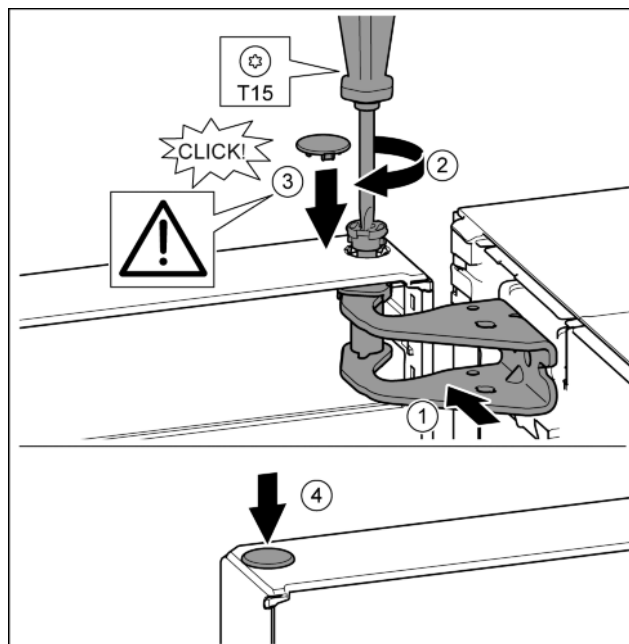

Fig. 23
- Dveře nahoře vyrovnejte s otvorem ve stojanu ložiska. Fig. 23 (1)
- Vložte čep a pevně jej utáhněte šroubovákem T15. Fig. 23 (2)
- K zajištění dveří namontujte bezpečnostní kryt: Bezpečnostní kryt nasad'te a zkontrolujte, zda přiléhá na dveře. V opačném případě čep zcela zasuňte. Fig. 23 (3)
- Vložte zátku. Fig. 23 (4)